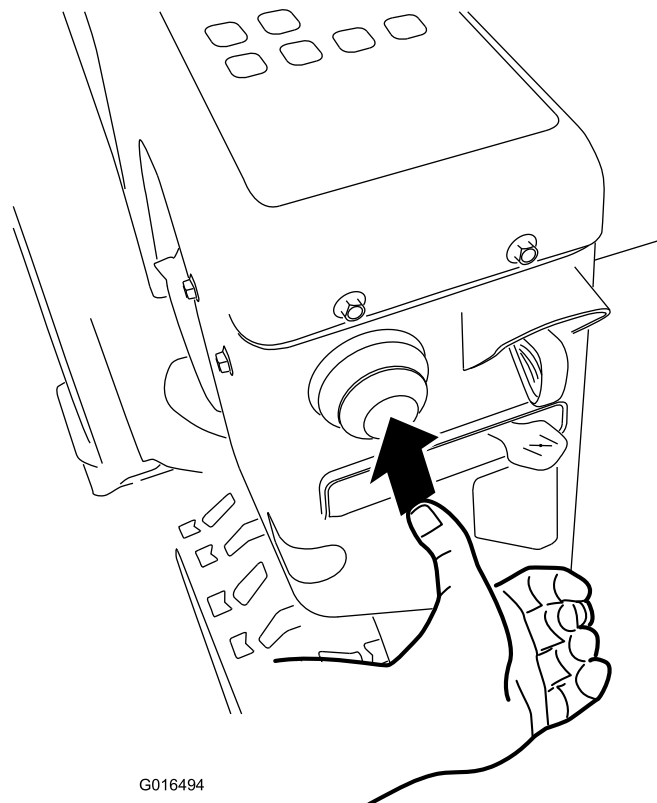

Figure 28
4. Appuyez fermement sur l'amorceur avec le pouce comme indiqué sur le graphique ci-dessous, en marquant une pause d'une seconde chaque fois (Figure 28).